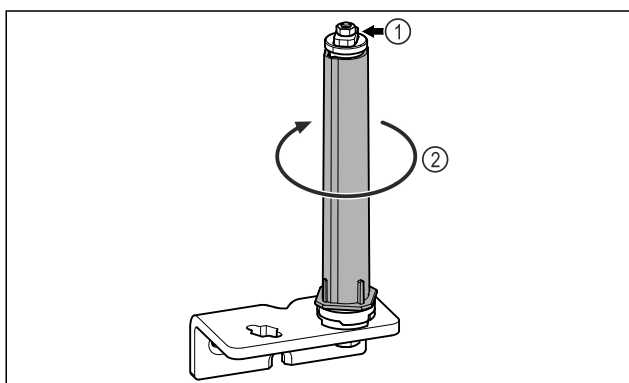

Fig. 22
- Nerozoberajte systém zatvárania dverí Fig. 22 (1).
- Otáčajte systém zatvárania Fig. 22 (2), kým nezacvakne.